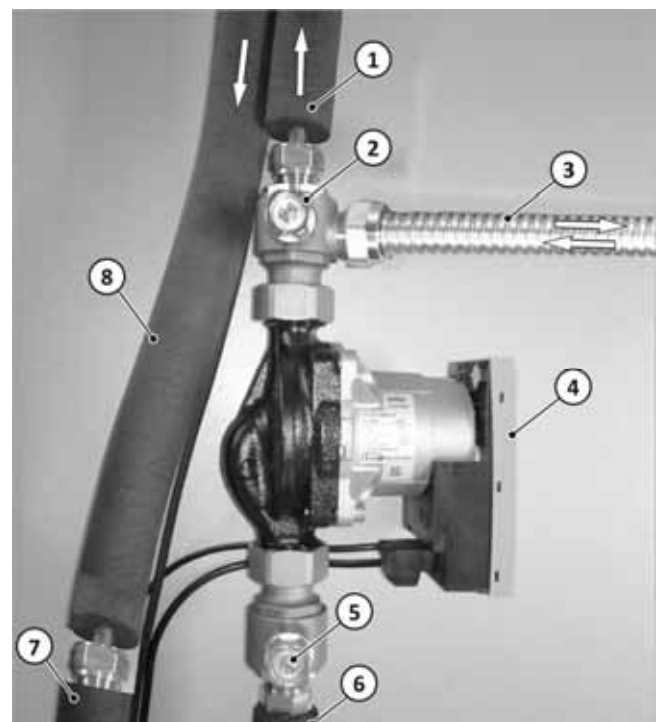

Abb. 2: Erweiterungssatz montiert
1. Erweiterungssatz gemäß → Abb. 2 in Solarrücklaufleitung einbauen.